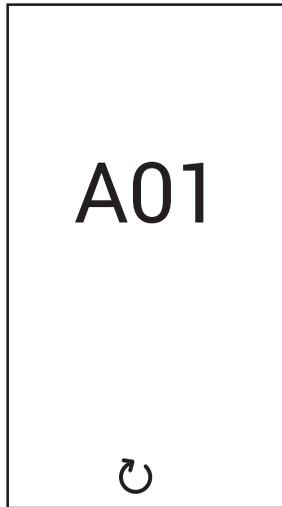

fig. 5
**Anomalía de tipo A (fig. 5):** Para desbloquear la caldera cuando ocurre este tipo de anomalía, es necesario pulsar la tecla  hasta que se visualice el mensaje “Confirm?”. Luego, confirme con la tecla .